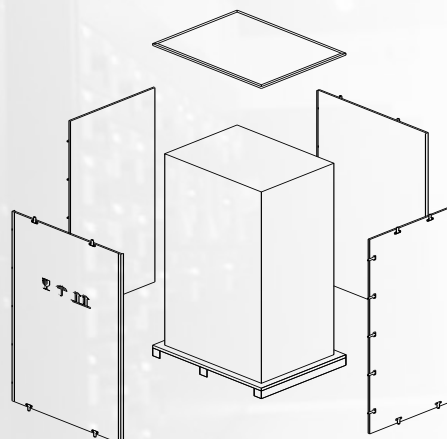

Рис. 3-4 Разборка ящика
3. С помощью шлицевого шила вскройте верхнюю пластину деревянного ящика с металлическими краями, а затем — боковые пластины (см. рис. 3-4).